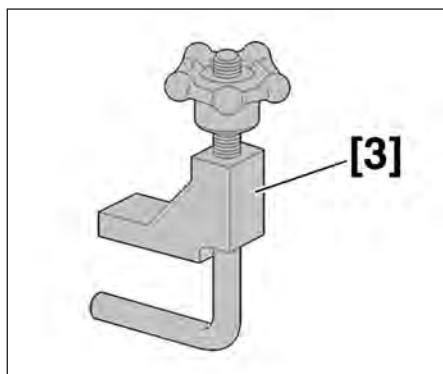

FIG.3
- [3]. Pince courroie (référence : 0188-AD) (Fig.3).